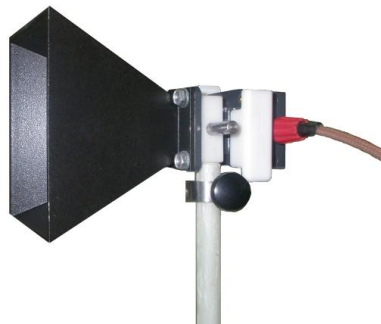

Figura 8.5 Bocina de abertura grande plano E, Tx.
C. Monté una antena de bocina de abertura grande en el soporte de transmisión mediante el anillo de bloqueo, utilice el portaguía de plástico para orientar la antena en el plano E. (ver Figura 8.5). Conecte el cable tipo SMA más largo en la salida de la sección *oscilador 10GHz* del Generador RF, luego conecte la antena.